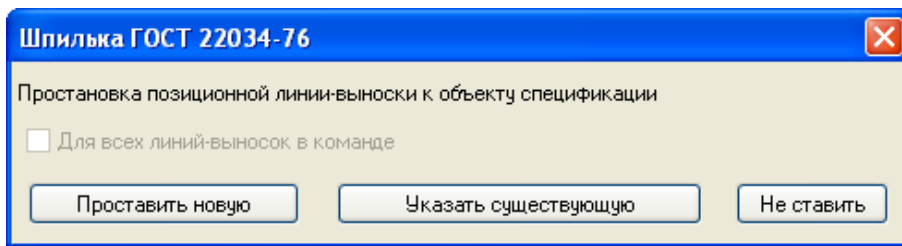

Рисунок6 – Окно простановки позиционной линии-выноски
4. После появится диалоговое окно простановки позиционной линии-выноски (Рисунок6):